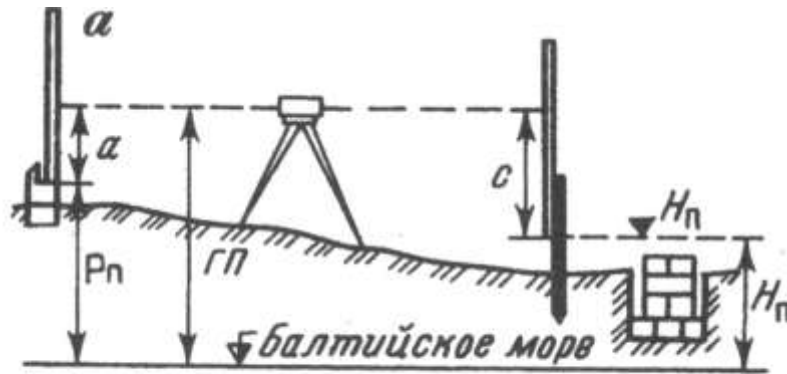

Рис. 2. Схема разбивки и контрольных высот фундамента
5. Выставьте проектную высоту верха фундамента на обноске (рис. 2), если высота репера  $P_n = 15,737$ , отсчет по рейке  $a = 0412$ , проектная высота фундамента  $H_n = 14,237$ .